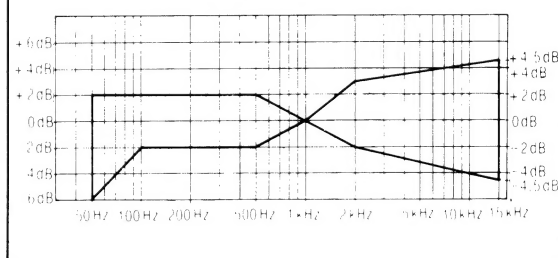

Fig. 14
8. Testband QZZCRX einlegen, und Signale von 50Hz, 100Hz, 200Hz, 500Hz, 1kHz, 4kHz, 8kHz, 10kHz und 15kHz aufzeichnen; Anschliessend die Signale wiedergeben und prüfen, ob die Kurve innerhalb des Bereichs liegt, der im Gesamtfrequenzgang-Diagramm für das CrO2 Band dargestellt ist. (Fig. 14.)
9. Das Metallband-Referenzleerband (QZZCRZ) einsetzen. Testband QZZCRZ einlegen und Signale von 50Hz, 100Hz, 200Hz, 500Hz, 1kHz, 4kHz, 8kHz, 10kHz und 15kHz aufnehmen. Anschliessend die Signale wiedergeben und prüfen, ob die Kurve innerhalb des Bereichs im Gesamtfrequenzgangdiagramm für Metallband liegt. (Fig. 14.)